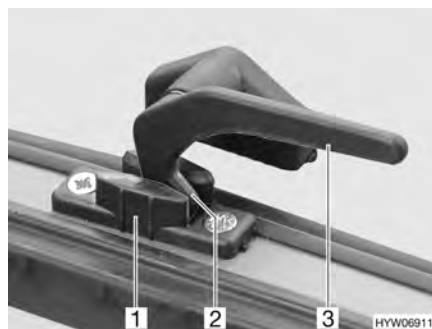

Fig. 71 Palanca de bloqueo en la posición de "ventilación continua"
- En la posición "ventilación continua" (Fig. 71)
- Girar todas las palancas de bloqueo (Fig. 71,3) un cuarto de vuelta hacia el centro de la claraboya.
- Girar de nuevo hacia atrás las palancas de bloqueo. El saliente de bloqueo (Fig. 71,2) se ha de introducir para ello en el rebaje del bloqueo de la claraboya (Fig. 71,1).